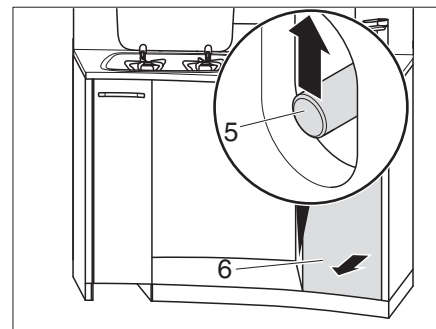

Bild 128 Låsa upp hög kökslåda
- Ta tag genom öppningen och skjut skjutstängen (Bild 128,5) uppåt.